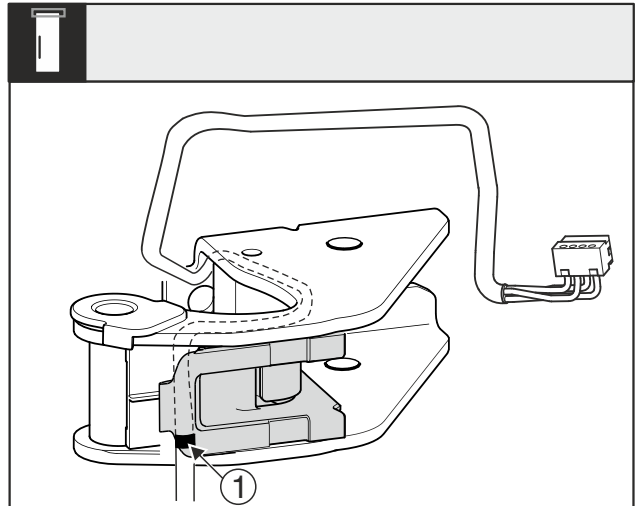

Fig. 32
- Turklāt vidējai atzīmei Fig. 32 (1) jāatrodas uz kabeļa stiprinājuma malas.